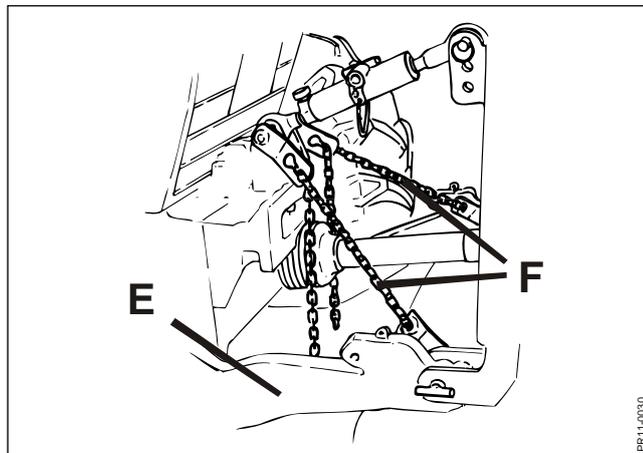

Fig. 4-6
**Fig. 4-6** Vor einem Ölwechsel sollte man die Maschine in dem Frontlift des Schleppers heben und die Position **E** mit den befestigten Halteketten der Unterlenker **F** sichern. Hiernach soll die Schneideinheit frei in die Aufhängung hängen und Sie können dem Messerbalken die korrekte Schrägstellung zur Seite geben, indem Sie an der rechten Seite heben.